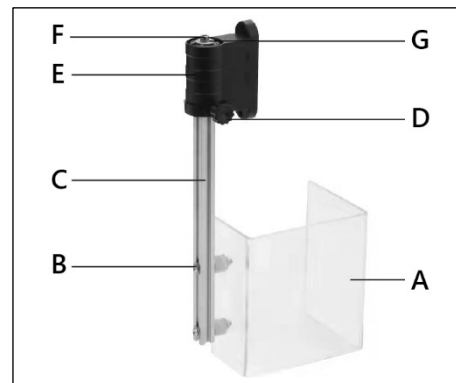

Рисунок 9.
Прикрепите защитный экран (А) (рис. 9) к направляющей (С) с помощью двух винтов, шайб и гаек (В). Вставьте направляющую в специальный кронштейн (Е). Затем установите ограничительную шайбу (G) с помощью винта (F). Настроить высоту установки защиты можно с помощью винта (D).